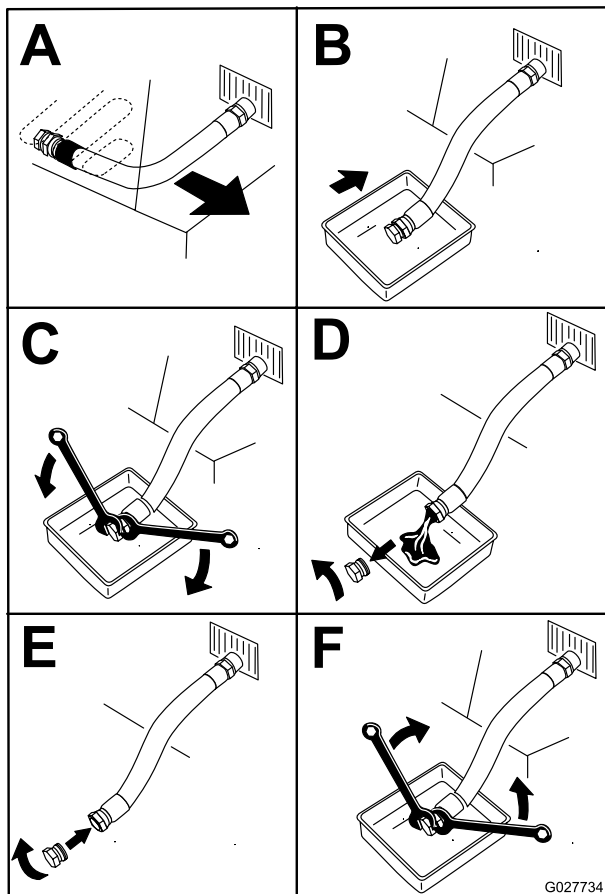

Figure 49
4. Vidangez l'huile moteur (Figure 49).